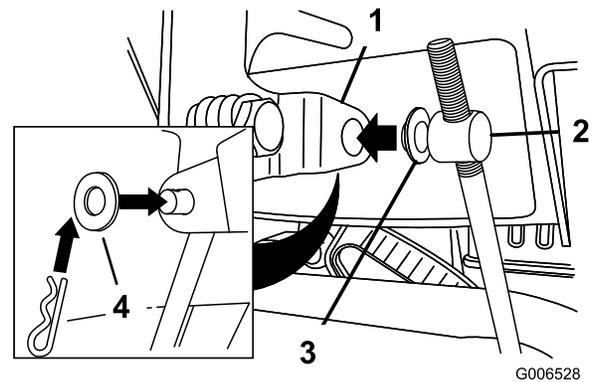

Figure 6
6. Soulevez la tige de commande de vitesses et insérez le tourillon dans le trou du levier sélecteur de vitesses (Figure 6).
3. Retirez la goupille fendue et la rondelle extérieure du tourillon à l'extrémité supérieure de la tige de commande de vitesse (Figure 6).
- B. Désaccouplez le tourillon du sélecteur de vitesses (Figure 6).
- C. Tournez le tourillon vers le haut (sens anti-horaire) sur la tige de commande de vitesse (Figure 6).
- D. Accouplez le tourillon au sélecteur de vitesses (Figure 6).